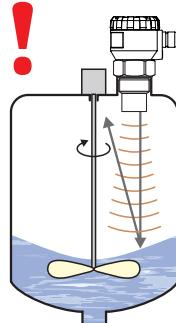

Рис. 13: Сильно завихренная поверхность
• Под действием вращающихся лопастей мешалки возможно завихрение поверхности, что может привести к неправильному отражению ультразвукового сигнала от уровня и ненадежному функционированию измерителя уровня (рис. 13).